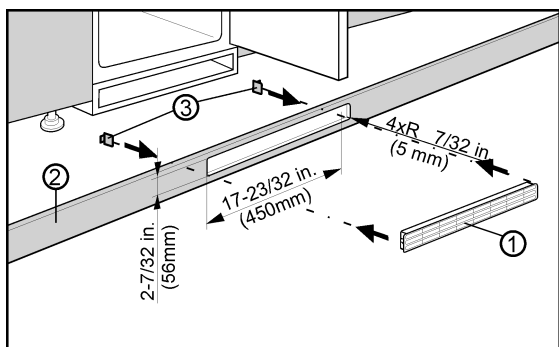

Fig. 6
La ventilation par le bas à partir du sol du meuble de cuisine peut être effectuée par la grille d'aération Fig. 6 (3) livrée ou par une ouverture de ventilation de surface de section d'au moins 31 pouces² (200 cm²). Si vous avez recours à la grille d'aération Fig. 6 (3) ci-jointe, suivez les étapes suivantes :
- Introduire la grille d'aération Fig. 6 (3) dans l'ouverture du plancher du meuble de cuisine Fig. 6 (1).